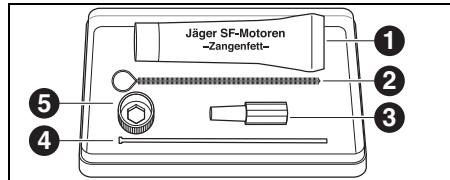

Fig. 29 Kit d'entretien pour la broche Jäger
- ▷ Lubrifier légèrement le cône de la pince de serrage avec la graisse qui se trouve dans le kit ([1] dans figure 29 sur la page 125).